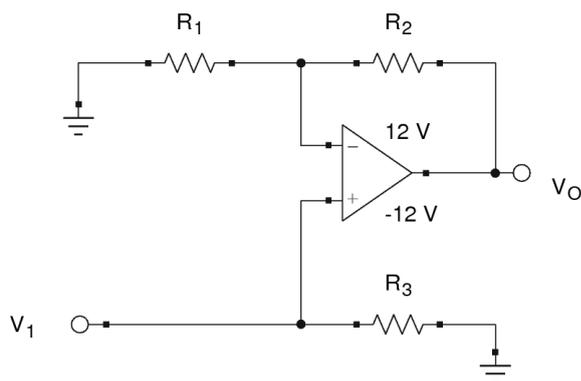

Figura 1. Circuito amplificador não-inversor com compensação para efeito da corrente de polarização.
Suponha que se deseje determinar um intervalo de frequências útil para um amplificador em particular que possui um **ganho em malha fechada** determinado pelos resistores de entrada R_1 e de realimentação R_2 , respectivamente, como no circuito amplificador não-inversor ilustrado na figura 1 da Parte Experimental. Aplica-se uma tensão de entrada senoidal a partir de um gerador de funções, começando-se de uma frequência baixa, abaixo da frequência de corte esperada, e com uma amplitude pequena o suficiente para evitar a limitação de *slew-rate* da tensão de saída.
2. (3,0 pts) Para o circuito ilustrado na figura 1 da Parte Experimental, determine analiticamente a função de transferência do ganho em malha fechada $V_o(s) / V_1(s)$. Considere que o amplificador operacional possui modelo de primeira ordem para o ganho em malha aberta: $A(s) = A_0 / (1 + s / \omega_b)$, onde A_0 é o ganho diferencial CC do amplificador operacional ($A_0 = A_{VD}$ na figura A), cujo valor é bastante elevado, e $\omega_b = 2\pi f_1$ a frequência de corte em malha aberta (em rd/s). Considere que $1 / A_0 \approx 0$. Utilize também seguinte aproximação: $\omega_t = A_0 \omega_b$, com ω_t sendo a frequência de transição, ou a banda passante de ganho unitário. (Veja maiores detalhes nas transparências 12 e 13 de https://edisciplinas.usp.br/pluginfile.php/1622487/mod_resource/content/0/Apostila%20ampop.pdf e no manual do fabricante do dispositivo, para obter o valor de f_1 para o dispositivo utilizado em laboratório.)
- (a) Monte o circuito da figura 1 com $R_1 = 1 \text{ k}\Omega$ e $R_2 = 10 \text{ k}\Omega$, usando um dos amplificadores operacionais do TL074. Utilize um valor de resistência em R_3 de modo a minimizar a tensão de offset do AmpOp. Justifique sua escolha no relatório.
- (a) Monte o circuito da figura 1 utilizando $R_1 = 1 \text{ k}\Omega$ e $R_2 = 100 \text{ k}\Omega$. Lembre-se de atualizar o valor do resistor R_3 de acordo. Com o aumento do ganho, faz-se necessário usar uma amplitude menor para a senóide $V_1(t)$, de modo a evitar a saturação da saída. Sugere-se utilizar uma amplitude de 50 mV para $V_1(t)$.